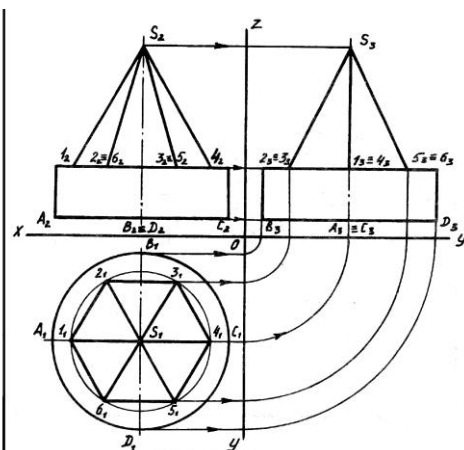

Рис.16. Построение профильной проекции группы геометрических тел
5. Постройте профильную проекцию группы геометрических тел (рис.16).